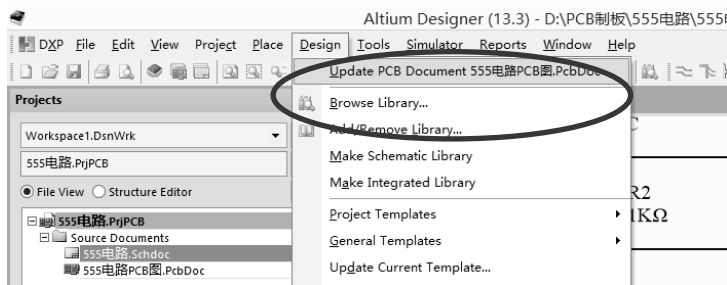
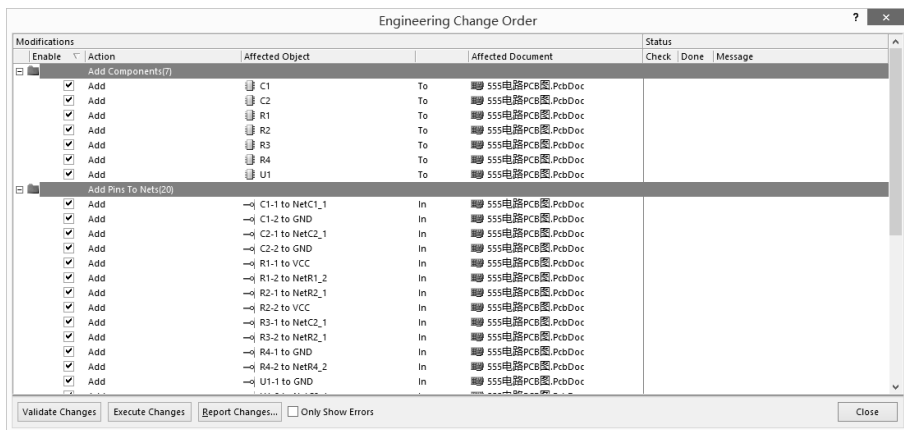

图 3.1.10 选择“Update PCB Document 555 电路 PCB 图.PcbDoc”命令
图 3.1.11 “Engineering Change Order (工程变化订单)”对话框
(1) 打开“555 电路”原理图,如图 3.1.10 所示,选择“Design(设计)” “Update PCB Document 555 电路 PCB 图.PcbDoc(更新 PCB 图)”命令,弹出如图 3.1.11 所示的“Engineering Change Order (工程变化订单)”对话框。